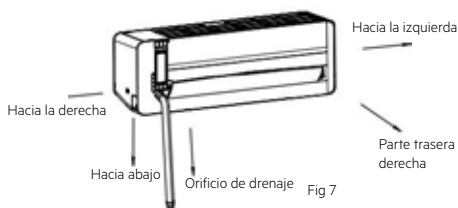
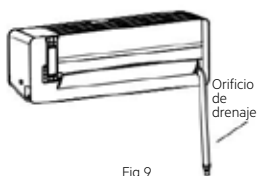

Fig 7
Fig 9
2. Conexión del tubo trasero izquierdo (similar al tubo inferior izquierdo) (opcional, consulte la Fig. 9)
Notas: La tabla de la izquierda de la izquierda está disponible para la posición de la manguera de drenaje; consulte la Fig. 7. La tabla de la derecha está disponible para la posición de la manguera de drenaje; consulte la Fig. 9.